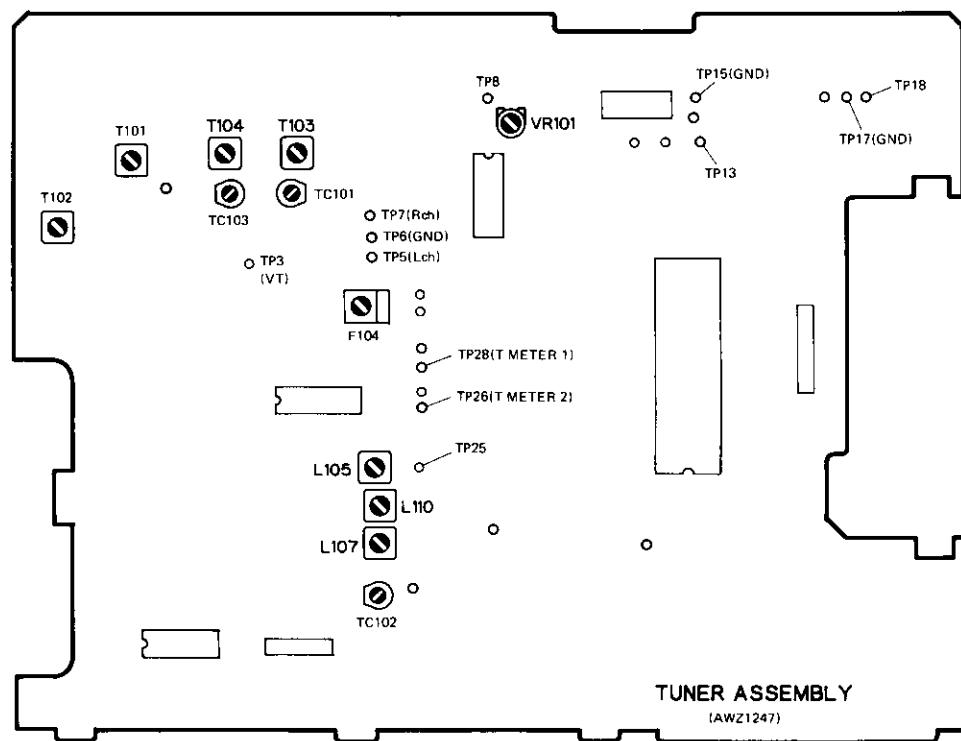

Fig. 8-1 Positions de réglage
- Aplique 12V CC entre TP18 y TP17, y entre TP13 y TP15 (consulte la Fig. 8-1).